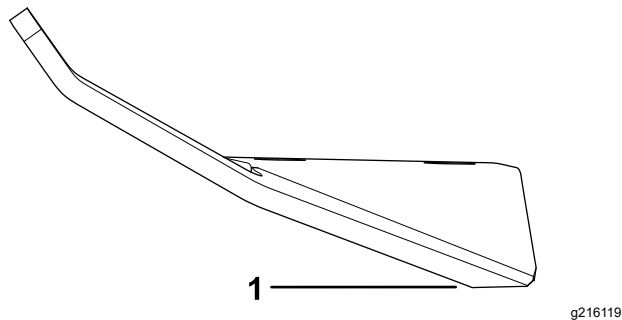

図 108
1. ブレードアセンブリは、両端部の刃先をやすりまたは研磨機で磨く図 108。
注 もし傾くようなら、重い方のセイル部を少し削って調整する図 108。